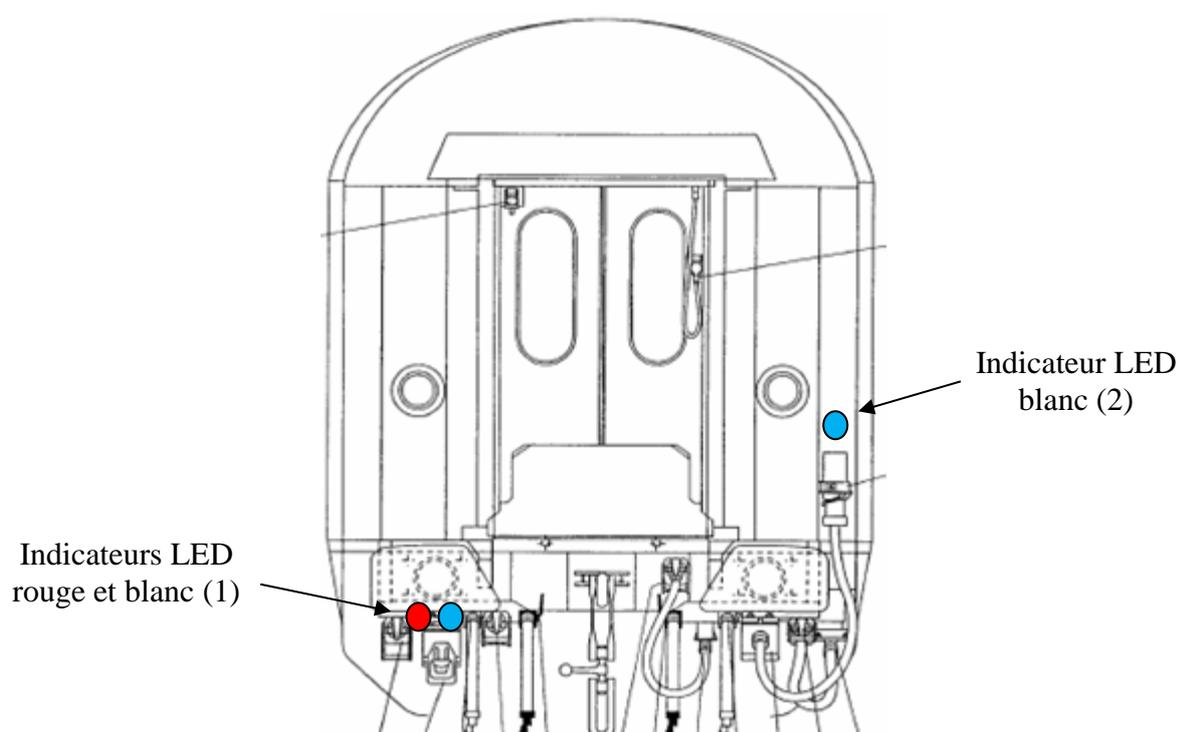

figure 1
La présence, ou l'absence, de la haute-tension sur la ligne train du matériel roulant se fait visuellement au moyen d'indicateurs optiques LED. Ces indicateurs LED sont montés à l'extérieur à chaque extrémité de la caisse (voir figure 1), au-dessus de la boîte de raccordement haute tension 3kV (1) et de la boîte de repos (2). Les indicateurs LED rouge clignotent si la haute tension est présente. Quelques secondes après la coupure de la haute tension, les indicateurs LED blanc clignotent. Les indicateurs ont donc une fonction de sécurité importante.